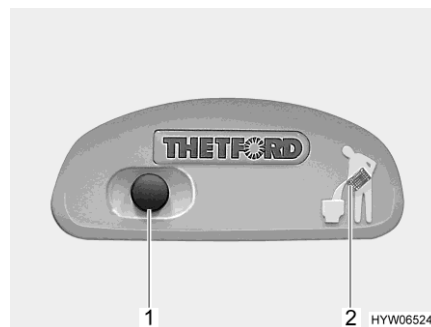

Bild 181 Spülknopf/Kontroll-Leuchte Thetford-Toilette
- Zum Spülen den blauen Spülknopf (Bild 181,1) drücken.
Die Kontroll-Leuchte (Bild 181,2) leuchtet, wenn die Thetford-Kassette entleert werden muss.